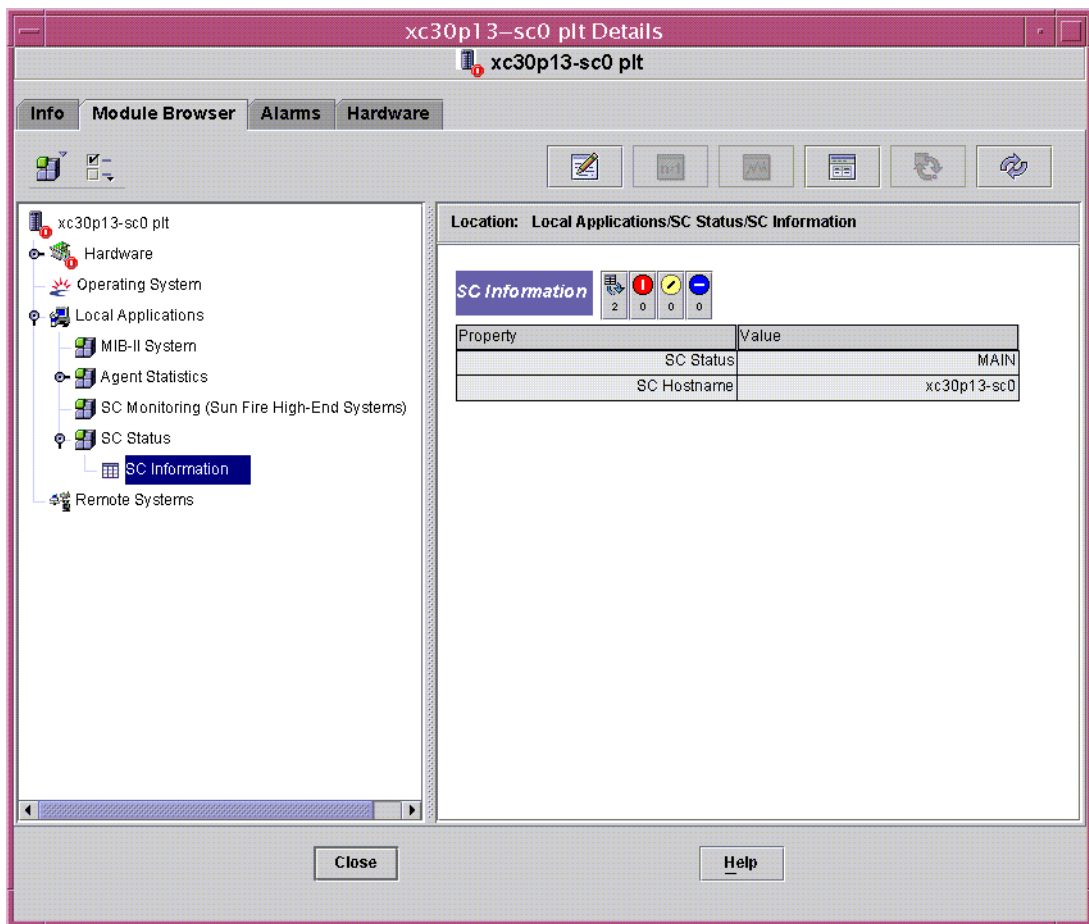

图 6-6 显示 MAIN 状态的 SC 信息
图 6-6 显示了“SC Status（SC 状态）”模块的图标，位于主机（SC）“Details（细节）”窗口“Module Browser（模块浏览器）”选项卡的“Local Application（本地应用程序）”图标下。图 6-6 还显示了“SC Information（SC 信息）”图标。该图标位于“SC Status（SC 状态）”图标下，可单击它来查看 SC 信息表。
- MAIN – 该系统控制器正充当主系统控制器（图 6-6）。